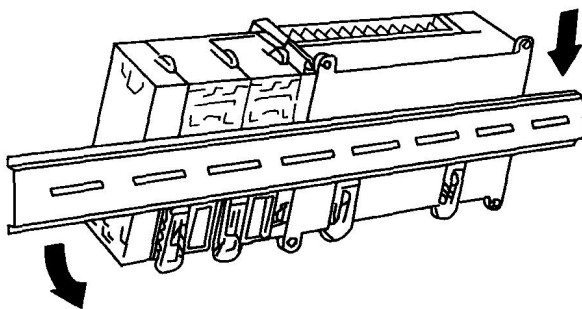

图 1-4 向内插入
b. 如图 1-4 所示，将 CP1H 可程序控制器从 DIN 导轨的上侧挂好，向内插入安装。